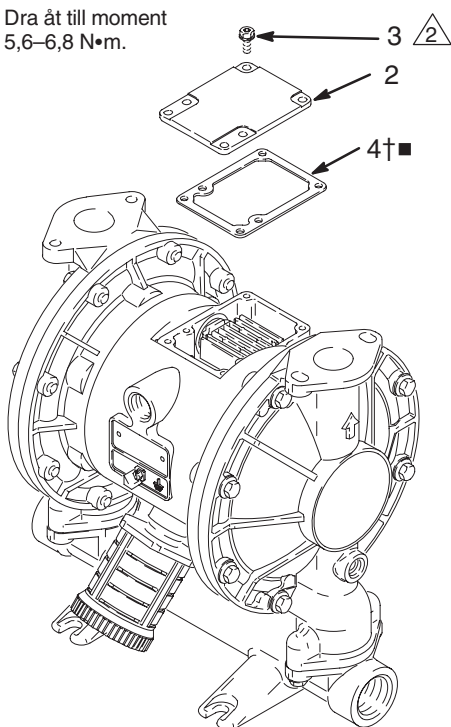

Fig. 8
2. Skruva med en torx-mejsel (T20) eller en 7 mm hylsnyckel bort de sex skruvarna (3), luftventilkåpan (2) och packningen (4). Se Fig. 8.
10. Passa in ventilpackningen (4†■) och kåpan (2) mot de sex hålen på mittsektionen (1). Sätt fast med sex skruvar (3), och dra åt med en Torx-mejsel (T20) eller en 7 mm hylsnyckel. Dra åt till moment 5,6–6,8 N.m. Se Fig. 8.